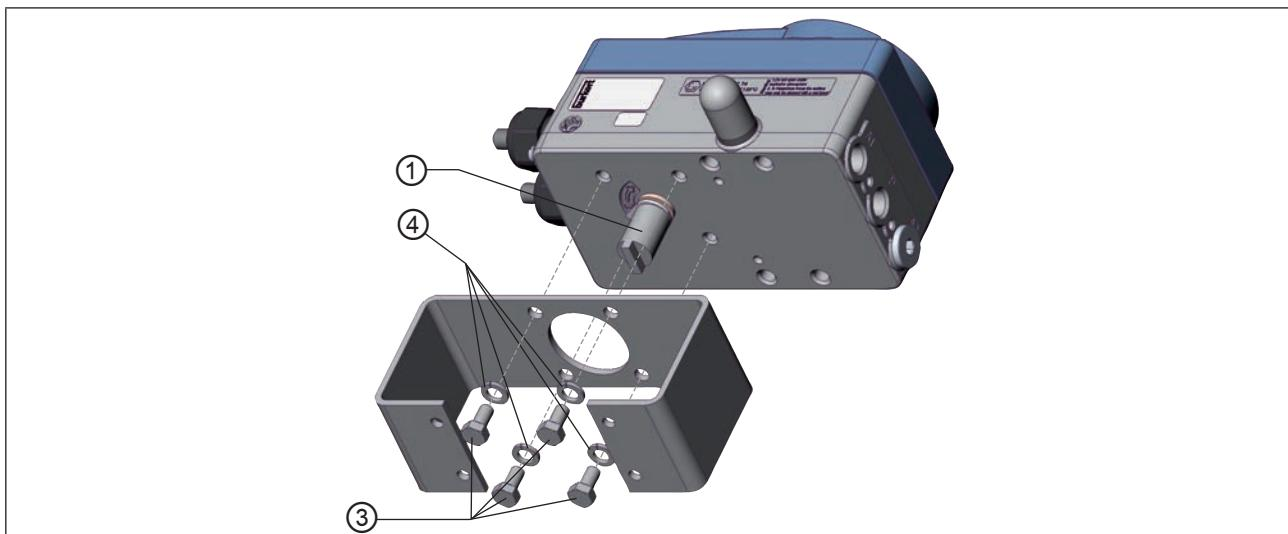

Bild 28: Montagebrücke befestigen (schematische Darstellung)
- Die Montagebrücke mit 4 Zylinderschrauben ③ und Federringen ④ am Positioner befestigen (siehe „Bild 28“).